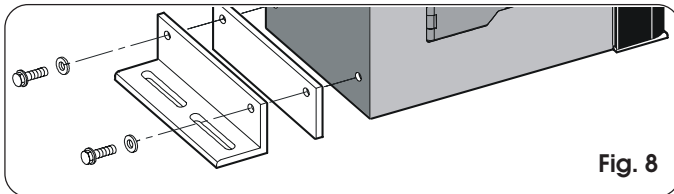

Fig. 8
- 1) Assembleer de bevestigingshoekstukken en de trillingdempende afstandstukken op de aandrijving, zoals op fig. 8.